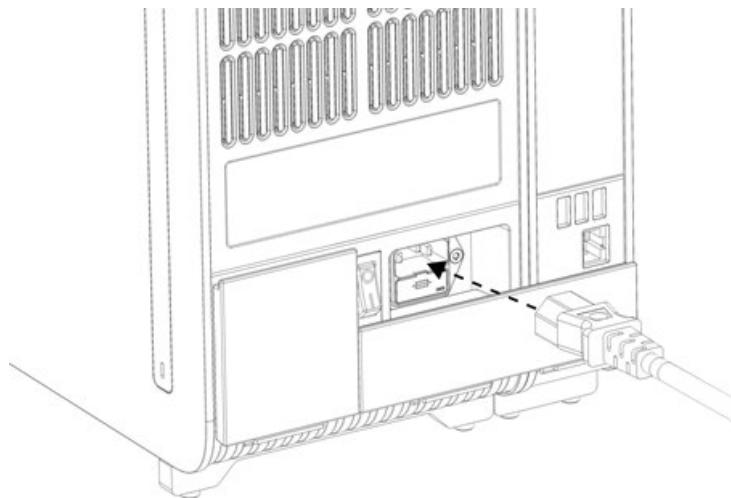

Abbildung 20. Anschließen des Netzkabels.
8. Schließen Sie das mit dem QIAstat-Dx Analyzer 2.0 gelieferte Netzkabel an der Rückseite des originalen Analysemoduls an (Abbildung 20).